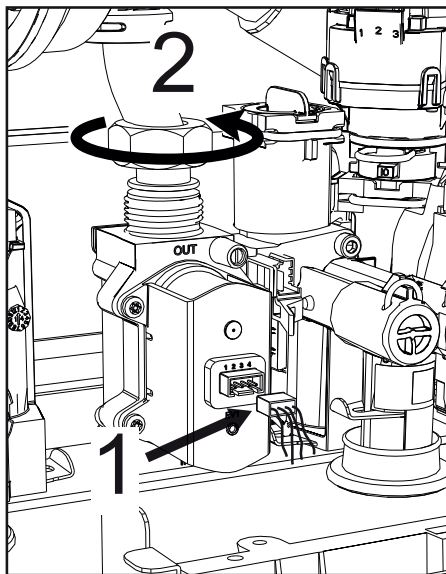

fig. 51 -
- Maak de elektrische aansluitingen "1" ("fig. 51 -") los.
- Ontkoppel de gastoevoerleiding "2" ("fig. 51 -")